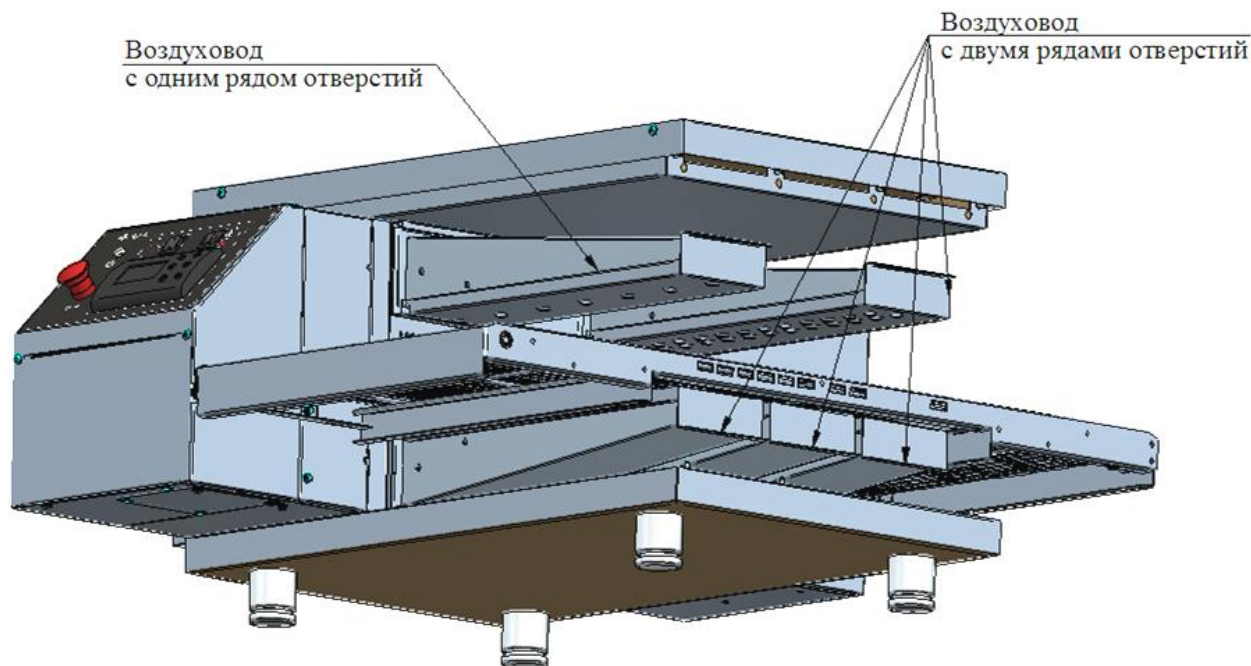

Рис. 14
6. Установить все снятые элементы в обратной последовательности. Заводская схема установки воздуховодов указана на Рис. 14.